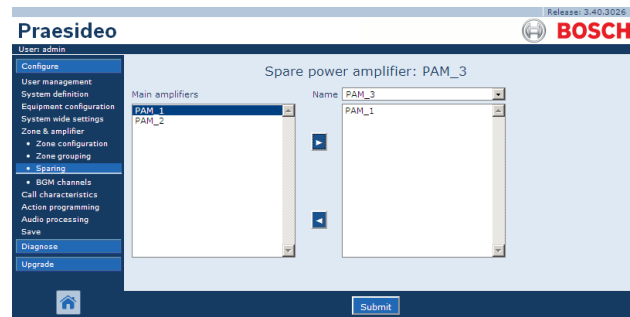

Abbildung 45.11: Reservegeräte, Schritt 1
- 1 Gehen Sie zu *Configure > Zone & amplifier > Sparing*. Im Main Frame der webbasierten Benutzeroberfläche wird ein Bildschirm angezeigt, der dem in Abbildung 45.11 gleicht.